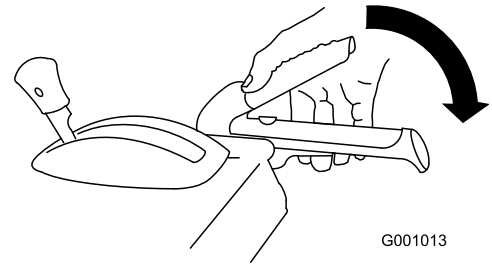

Figura 10
3. Para activar el cepillo, apriete lentamente la palanca derecha (cepillo) hacia la empuñadura (Figura 10).